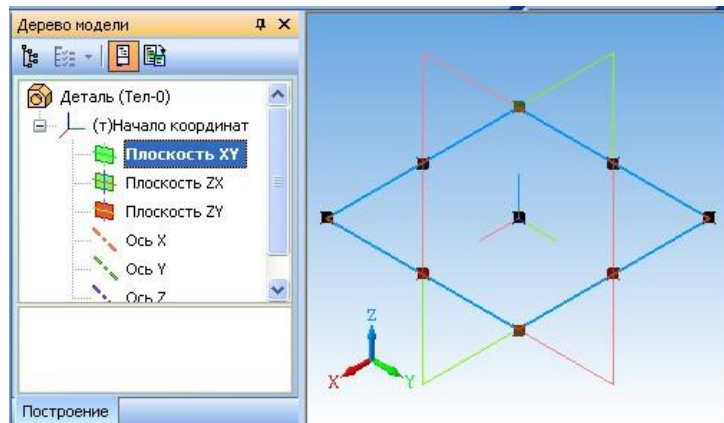

Рис. 3. Дерево построений
3. В дереве построений укажите плоскость XY (рис. 3).